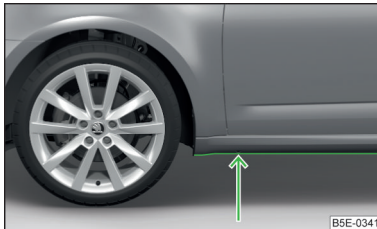

Abb. 247
- Daher vor einer Wasserdurchfahrt die Wassertiefe feststellen. Der Wasserstand darf maximal an die Unterkante des Unterholms reichen » Abb. 247.